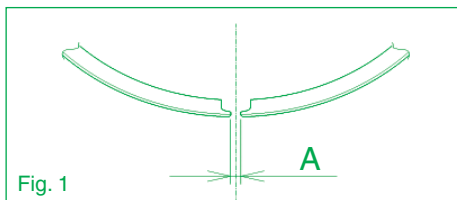

Fig. 1
- Con l'ausilio di uno spessimetro misurare la distanza fra le estremità del segmento (luce); luce minima:  $A = 0,15$  mm vedi fig. 1.